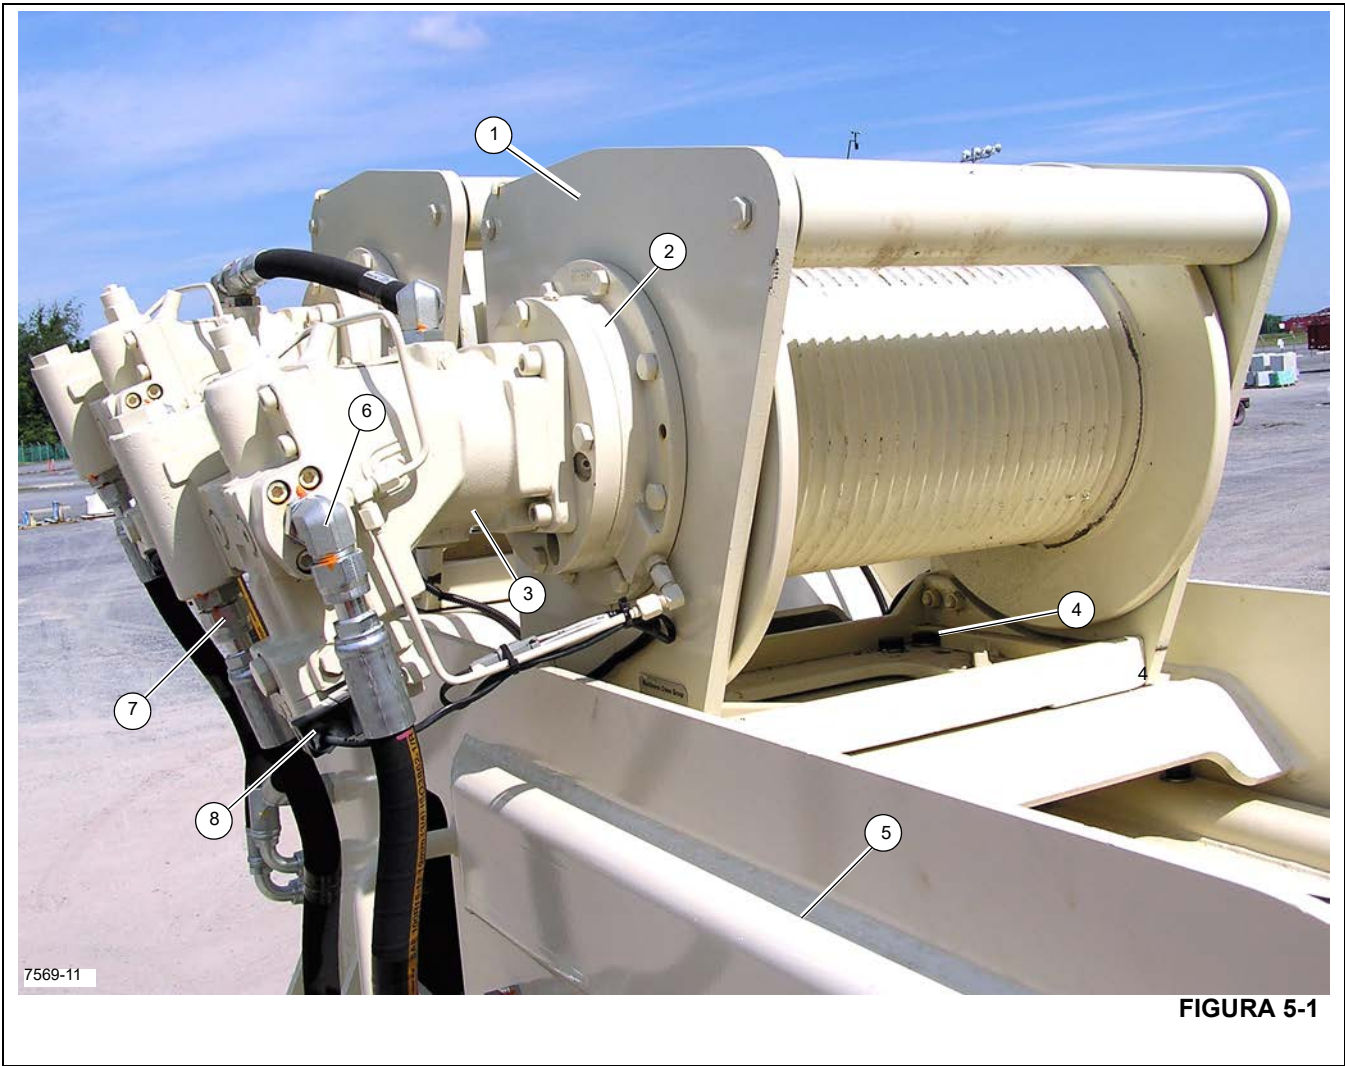

FIGURA 5-1
Números de itens da Figura 5-1
3. Etiquete e desconecte as linhas hidráulicas do guincho mostradas na Figura 5-1. Tampe e instale um bujão em todas as aberturas de mangueiras hidráulicas do guincho e do motor.
5. Remova os parafusos de montagem (4, Figura 5-1) do guincho.